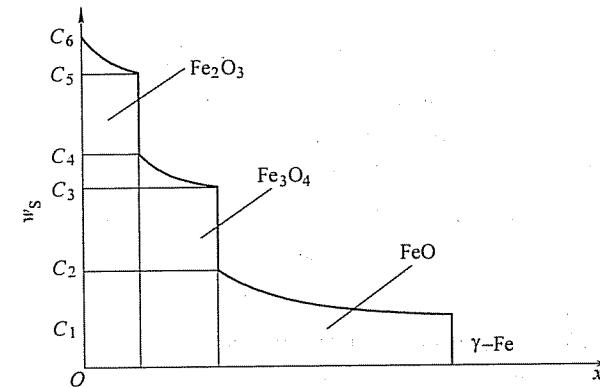

图 12-2 第七题第 2 小题解答图
1. 影响扩散的因素：①温度的影响。温度越高，扩散越快。②晶体结构的影响。结构不同，扩散系数不同。③固溶体类型对扩散的影响。不同的固溶体，原子的扩散和机制不同。④固溶体浓度对扩散的影响。浓度越大，扩散越容易。⑤晶体缺陷的影响。晶界、位错、空位都会对扩散产生影响。⑥化学成分对扩散的影响。加入化学元素对扩散会产生阻碍。
2. 根据 Fe-O 相图，在 1000℃下当表明氧浓度达到 31% 时，则由表面向内依次出现 Fe_2O_3 、 Fe_3O_4 、 FeO 氧化层，最内侧是 $\gamma\text{-Fe}$ ，如图 12-2 所示。随着扩散的进行，氧化层逐渐增厚并向内部推行。